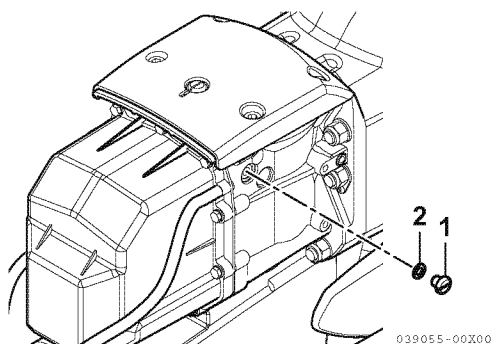

Abbildung 1
1. Ölentlüftungsstopfen (1, **Abbildung 1**) und Dichtung (2, **Abbildung 1**) entfernen.